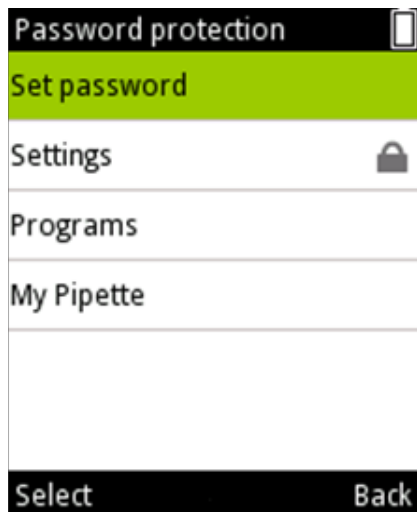

図 D52
2. **Set password**(パスワードの設定) を選択し、 (Select(選択)) (図 D52)を選択します。